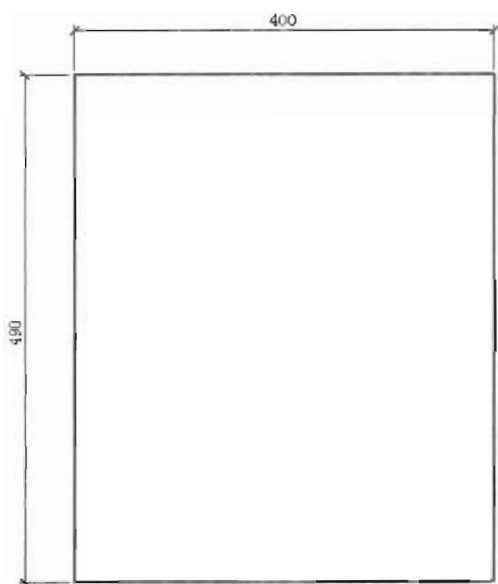

图 4-184
(1) 单击“绘图”工具栏中的“矩形”按钮, 绘制一个400mm×490mm的矩形, 如图4-184所示。